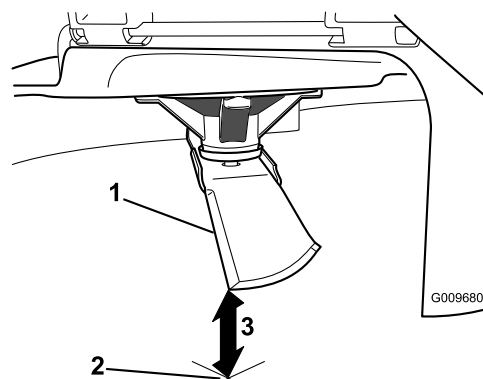

Figura 44
3. Meça da ponta da lâmina até à superfície plana (Figura 44).